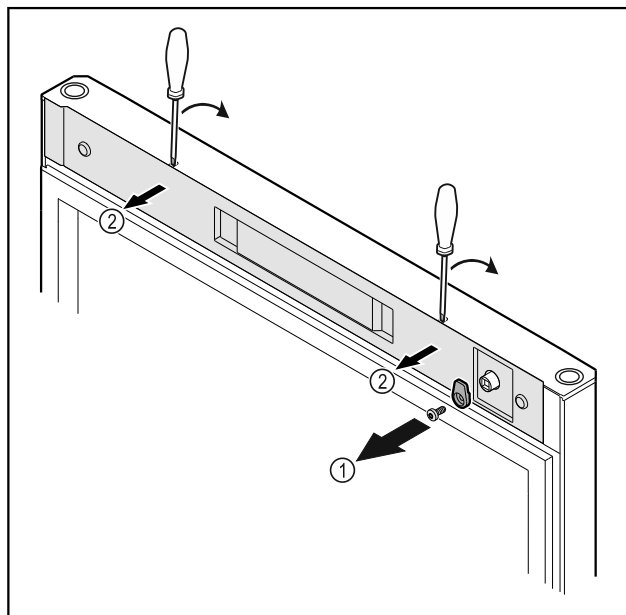

Fig. 52
- Svitare i ganci di chiusura Fig. 52 (1).
- Disinnestare la copertura Fig. 52 (2) con l'ausilio di un piccolo cacciavite e rimuoverla.